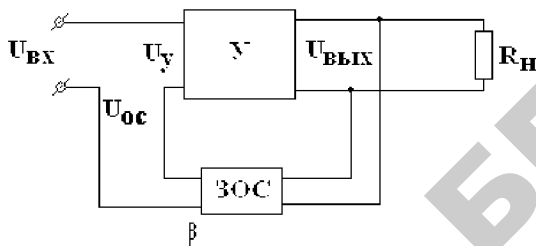

Рисунок 3.14 – Структурная схема УК с последовательной ОС
Структурная схема усилителя с ОС состоит из двух блоков: непосредственно усилителя и звена ОС, которое характеризуется коэффициентом передачи β (рисунок 3.14).
- последовательная ОС (рисунок 3.14);
Наиболее часто в усилителях применяют отрицательную ОС (ООС). Влияние ООС (последовательной по напряжению) на коэффициент усиления усилителя определяется следующим образом. В соответствии со структурной схемой (рисунок 3.14):